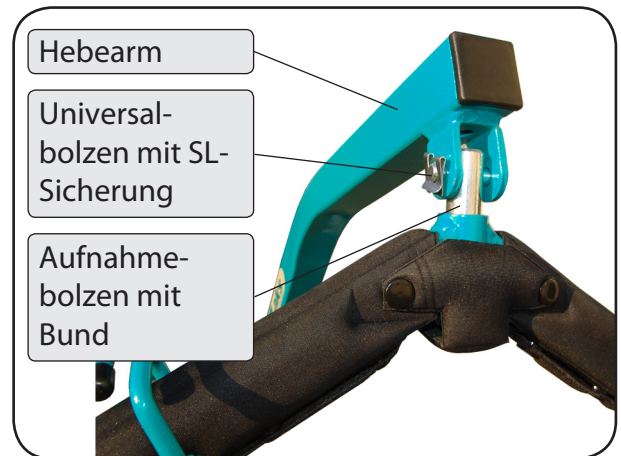

Abbildung 11
8. Stecken Sie den Aufnahmebolzen mit Bund von unten durch die Aufnahmhülse des Transportbügels. Befestigen Sie den Transportbügel mit dem eingesteckten Aufnahmebolzen, indem Sie ihn mit dem Universalbolzen am Hebearm verbinden und mit der SL-Sicherung gegen Lösen sichern (Abbildung 11).